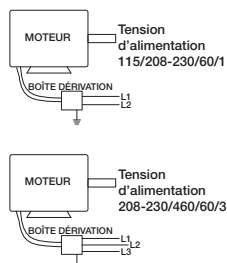

Figure 7 — Schéma de câblage typique
- Poser et câbler le sectionneur de sécurité sous le capot de ventilateur et câbler le moteur conformément au schéma de câblage sur le moteur. Voir Raccordement électrique, Figure 7. Câbler les commutateurs de commande au niveau du sol.
REMARQUE : Voir le schéma de câblage à la Figure 7.